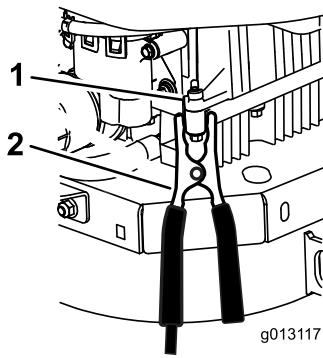

Figure 66
6. **Faites la dernière connexion sur le bloc moteur du véhicule en panne (pas à la borne négative de la batterie) loin de la batterie et reculez-vous (Figure 66).**